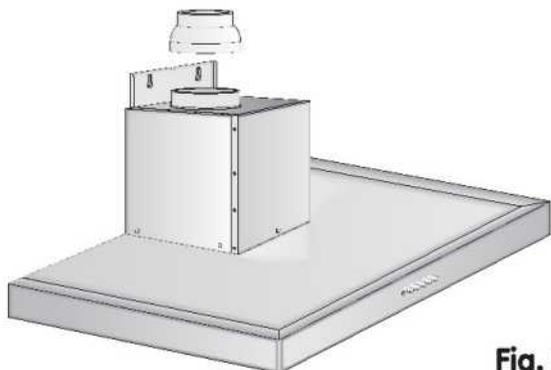

Fig. 4
- Montare il raccordo di riduzione 120/150 qualora il tubo di scarico aria fosse di $\varnothing 125$. (Fig.4)